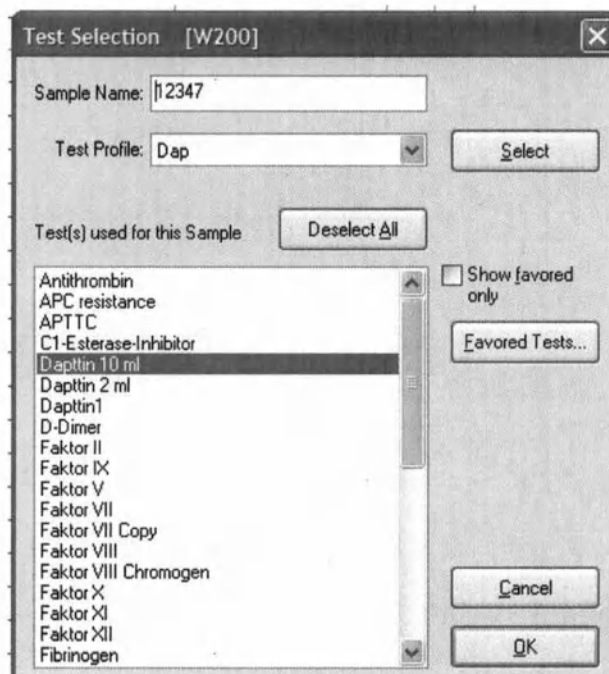

Рис. 3.5 Рабочая страница
3. another test, which is not a favored test. (другой тест, не популярный). Нажмите на Favored Tests только, чтобы посмотреть все возможные тесты. Наиболее используемые тесты будут выделены синим фоном (рис. 3.5)